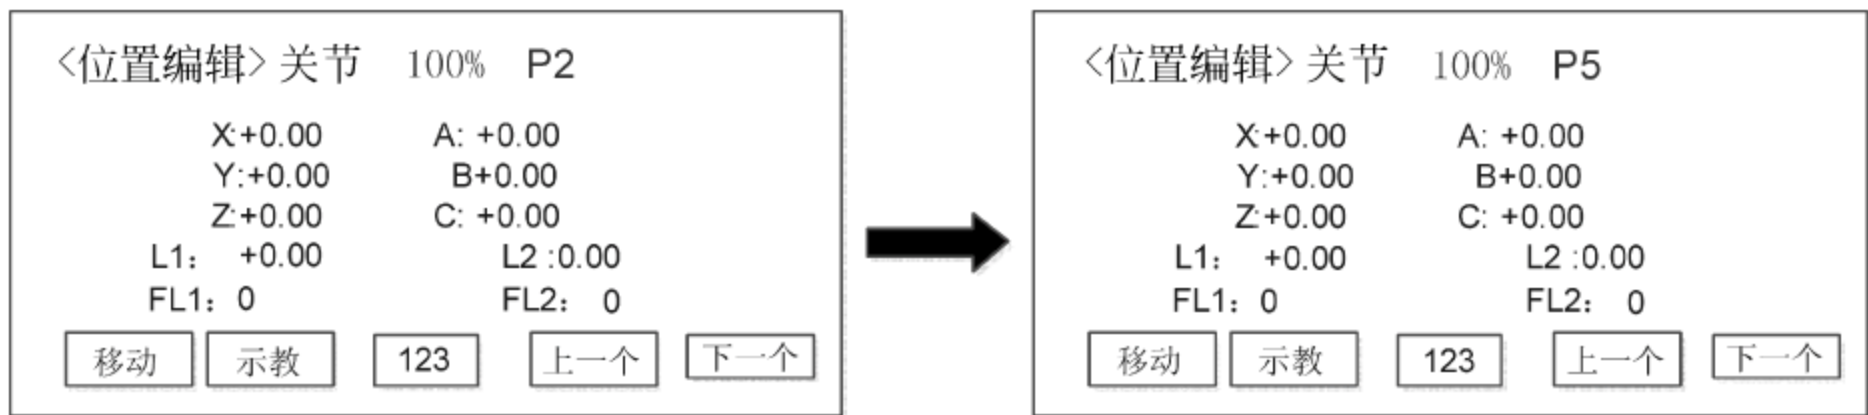

图 4-15 调出 P5 点
③ 使用“上一个”“下一个”按键调出 P5 点,如图 4-15 所示。